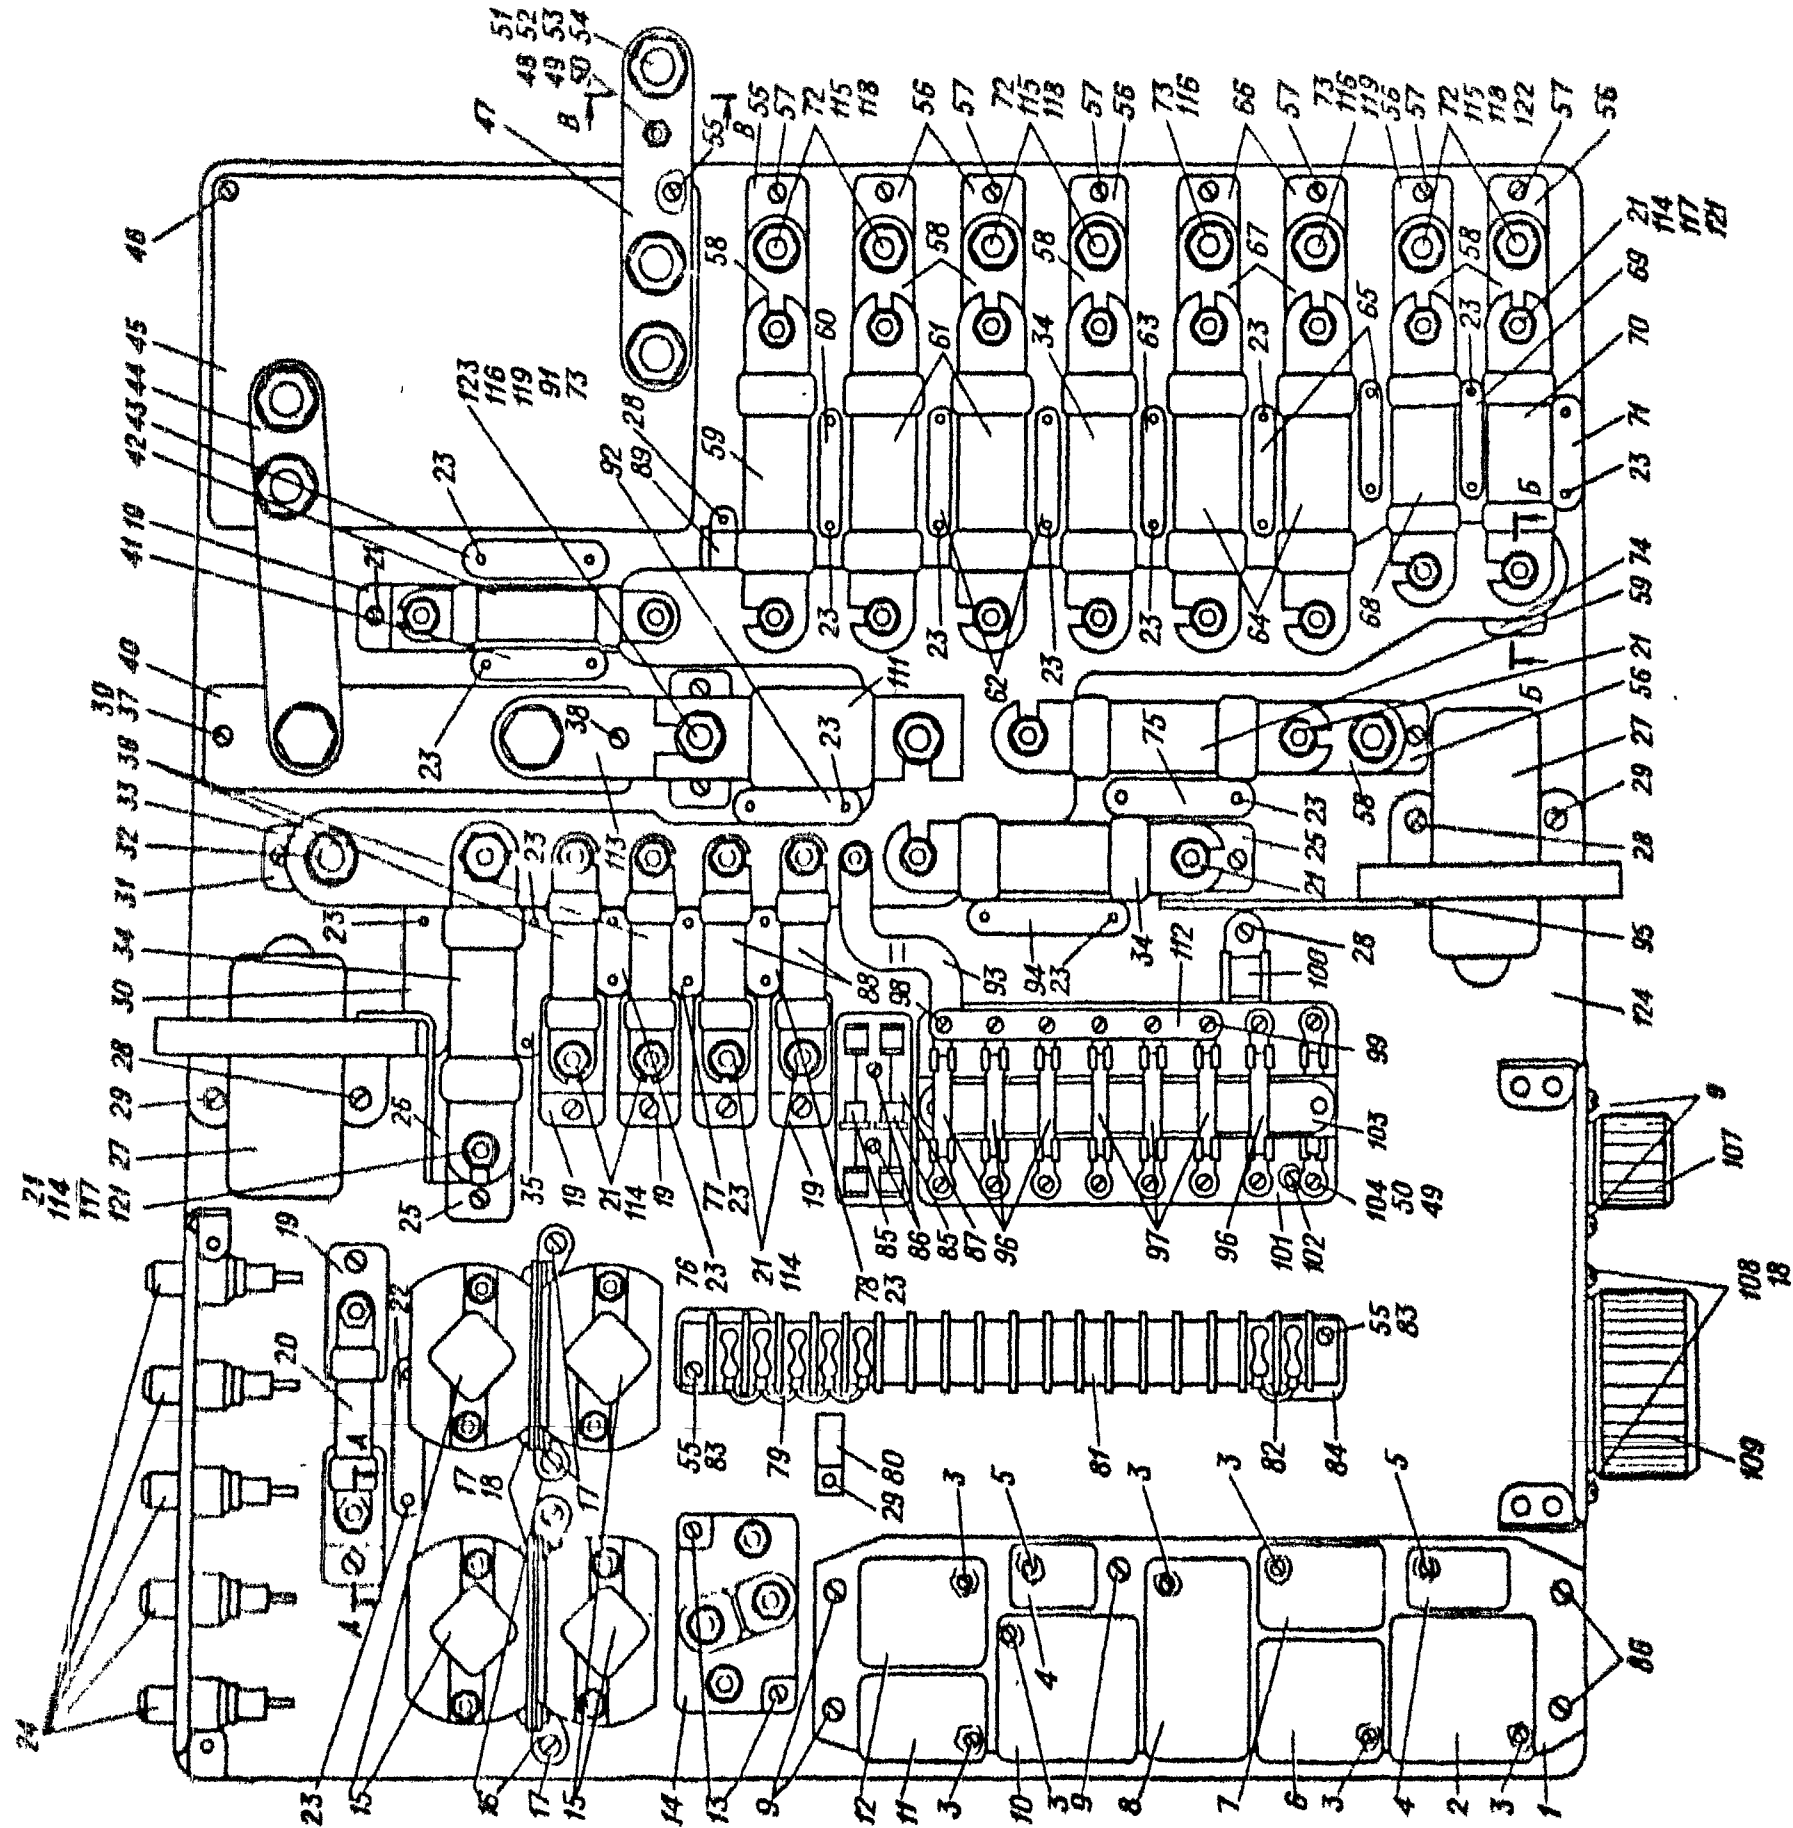

Рис. 33. ЦЕНТРАЛЬНОЕ РАСПРЕДЕЛИТЕЛЬНОЕ УСТРОЙСТВО, ЛЕВОЕ
10.10.75 Fig. 33. MASTER JUNCTION BOX, LH